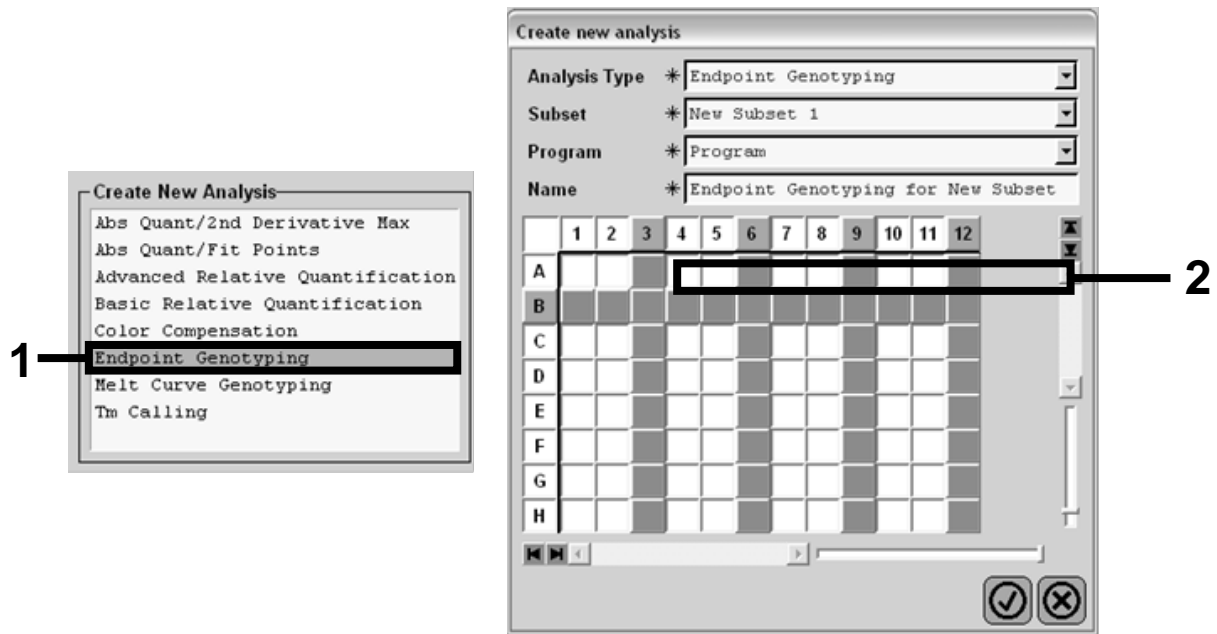

Ilustración 23. Selección del tipo y el subtipo de análisis que se va a realizar.
14. En el cuadro de diálogo "Create New Analysis" (Crear nuevo análisis), seleccione "Endpoint Genotyping" (Genotipado de fase final) y, a continuación, seleccione el subtipo que vaya a analizarse en el menú "Subset" (Subtipo) (ilustración 23).